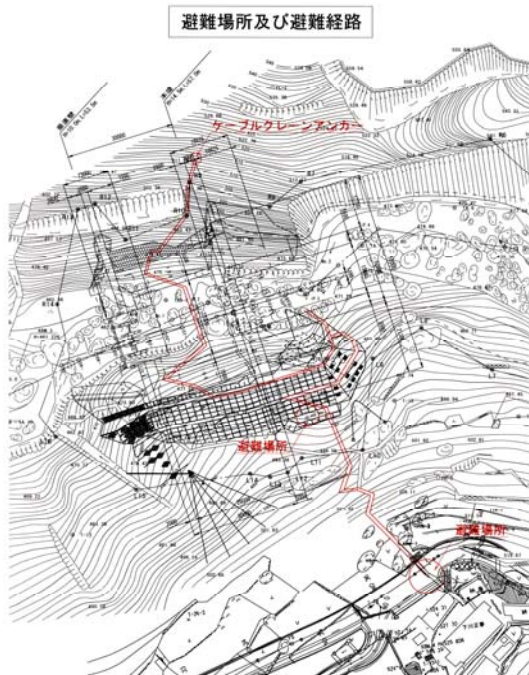

図2
3. 工事着手前に**避難訓練を実施し、避難場所・避難経路の確認**を行った。(図2) (写真6)